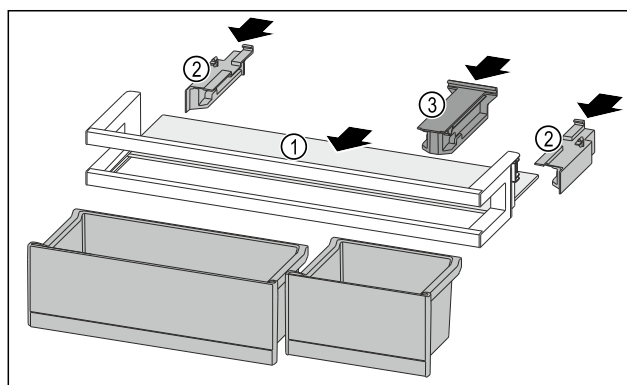

Fig. 233
- Umetnite policu Fig. 233 (1) u bočna udubljenja.
- Umetnite bočne dijelove Fig. 233 (2).
- Umetnite pridržni dio Fig. 233 (3).